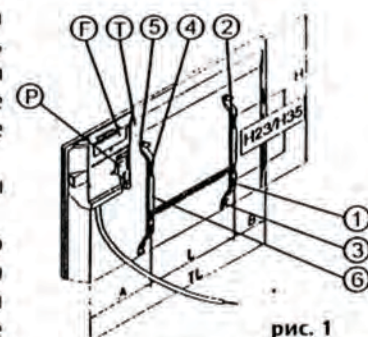

рис. 1
Между обогревателем и стеной должен быть минимальный зазор - 10мм. См. рисунок 1, на котором показано как проводить установку обогревателя (все размеры даны в мм.).
В приведенной ниже таблице, показывающей минимальное расстояние между обогревателем и стеной, H23/H35 показывает вертикальное расстояние между монтажным отверстием настенного кронштейна (диаметром 23 или 35 мм) и стеной. Обогреватель комплектуется различными моделями модулей, предназначенных для настройки обогревателя, регулирования и настройки температуры. На задней панели модуля находится таблица совместимости его с различными моделями обогревателей (См. рис. 1 F).
Табличка, расположенная на задней панели обогревателя показывает тип корпуса обогревателя (рис. 1 T).
1.1 Кронштейн (рис. 1).
* Наметьте высоту, на которую необходимо установить обогреватель (6). Убрать кронштейн и вкрутить установочные винты.
* Наметьте нижние крепежные отверстия кронштейна (1) под установочными винтами закрепить кронштейн на стене (2).
1.2 Подвешивание обогревателя на кронштейн (рис. 1).